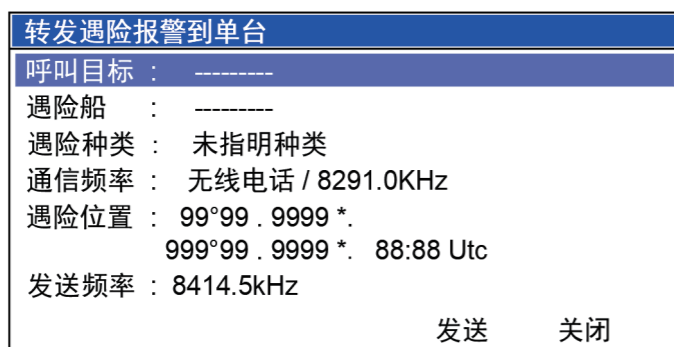

图4.2.3
- b.使用频道旋钮选择<转发遇险报警到单台>项，按 [确认] 键打开编辑界面，如图4.2.3所示。